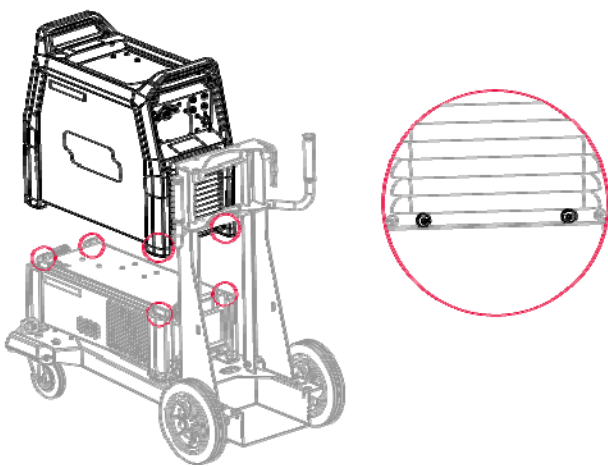

Figura 2
- Așezați Speedtec deasupra răcitorului (Figura 2).